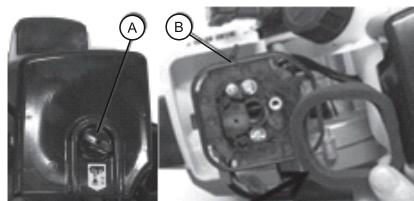

Рис. 12
1. Открутите барашковую гайку (A) и снимите крышку воздушного фильтра (Рис. 12).
2. Извлеките воздушный фильтр (B) из корпуса и проверьте его на отсутствие повреждений.